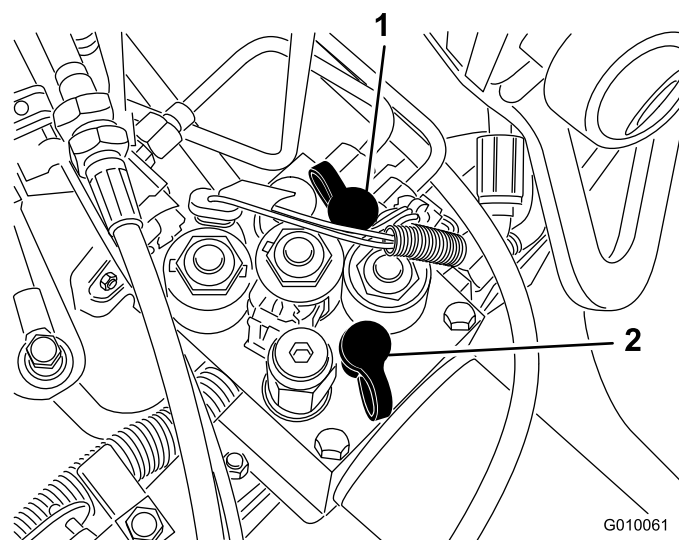

図 60
- ・ テスト・ポートG2 (図 60) は走行チャージ回路の故障探究用ポートです。
- ・ テスト・ポートG1 (図 60) は昇降回路の故障探究用ポートです。